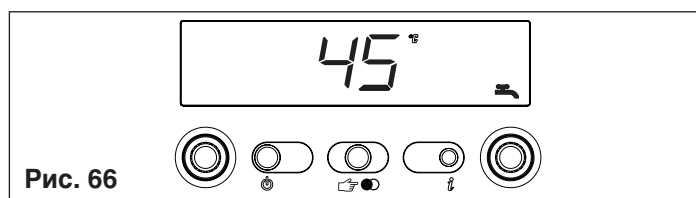

Рис. 66
**Info 4** отображается заданная температура горячей воды (только для бойлера-аккумулятора с датчиком (рис. 66).